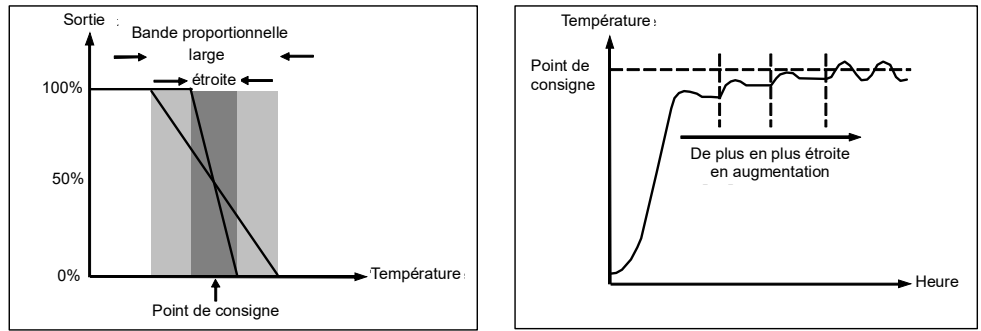

Figure 113 Action proportionnelle
La bande proportionnelle, ou gain, fournit une sortie proportionnelle à l'amplitude de la déviation. Il s'agit de la plage sur laquelle la puissance de sortie est continuellement réglable de manière linéaire, de 0 % à 100 % (pour un régulateur chauffage seul). En dessous de la bande proportionnelle (PB), la sortie est entièrement On (100 %), au-dessus de la bande proportionnelle la sortie est entièrement Off (0 %) comme indiqué à la Figure 113.
Figure 113 montre également l'effet du rétrécissement de la bande proportionnelle jusqu'au point d'oscillation. Une bande proportionnelle large entraîne une régulation en ligne droite mais avec une déviation initiale appréciable entre la consigne et la température réelle. Quand la bande s'amincit, la température se rapproche de la consigne jusqu'à devenir instable.